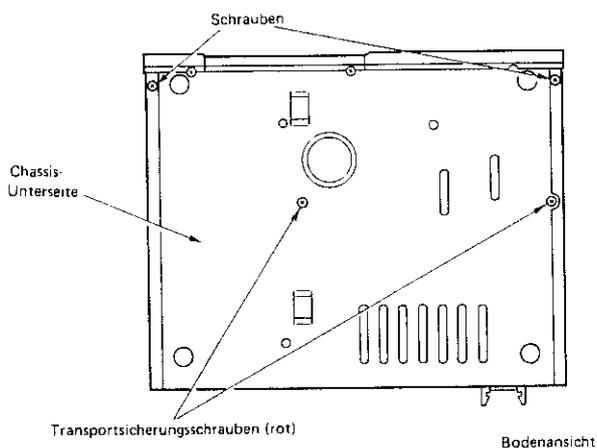
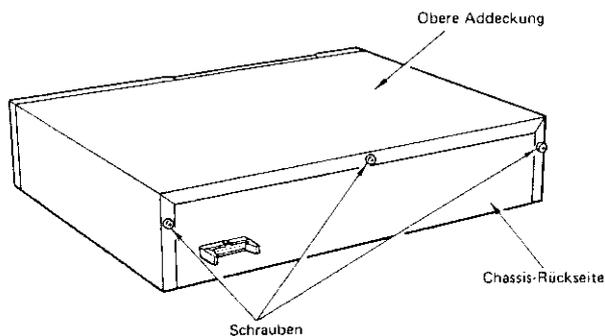

Abb. 1
Abb. 2
- 1) Die beiden roten Transportsicherungsschrauben an der Geräteunterseite entfernen (Abb. 1).
- 1) Die beiden Schrauben (Abb. 1) von der Chassis-Unterseite entfernen und danach die drei Schrauben an der Rückseite des Chassis lösen (Abb. 2).